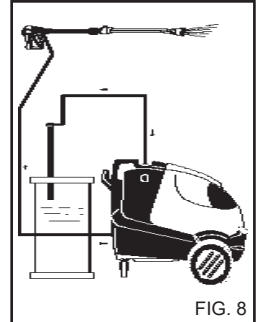

FIG. 8
- 3) Etter å ha brukt et vaske-middel må inntakskretsen for vaske-middel skylles godt. Dypp sugeslangen for vaske-middel (fig. 8) ned i et kar med rent vann og la pumpen gå i ett minutt med doseringskranen skrudd helt opp med munnstykket innstilt på spyling med vaske-middel.
4) Etter at du har brukt vaskemiddel må inntakskretsløpet skylles godt. Dypp sugeslangen for vaskemiddel (fig. 8) ned i et kar med rent vann og la pumpen gå i ett minutt med doseringskranen skrudd helt opp med munnstykket innstilt på spyling med vaskemiddel.